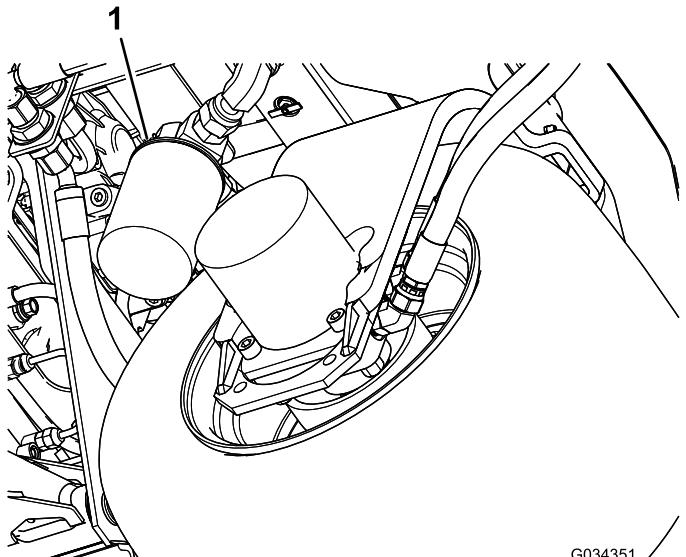

Figura 83
2. Limpe a zona de montagem do filtro. Coloque um recipiente de escoamento debaixo do filtro (Figura 83) e retire o filtro.